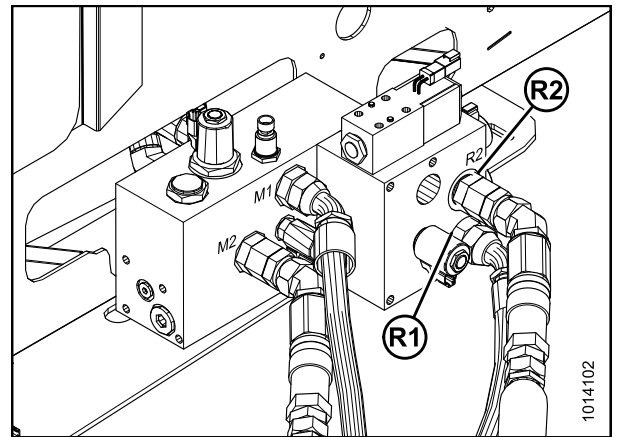

图 3.47: 带换向器的 M200 割晒机软管连接
如果割晒机配备用于螺旋输送割台的换向器阀门, 则使用 45° 接头更换软管 (D) 上的 90° 接头。请参见图 3.47: 带换向器的 M200 割晒机软管连接, 页码 49。